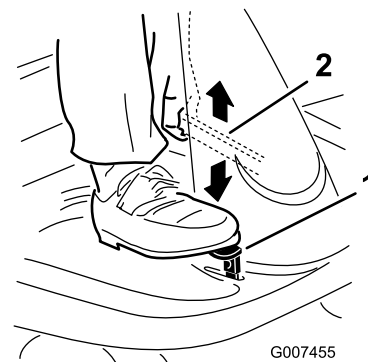

Figura 4
1. Premere il pedale del freno e tenerlo premuto (Figura 4).
2. Alzate la leva del freno di stazionamento (Figura 4) ed alzate lentamente il piede dal pedale del freno.
2. Premere la leva del freno di stazionamento (Figura 4) e rilasciare lentamente il pedale del freno.